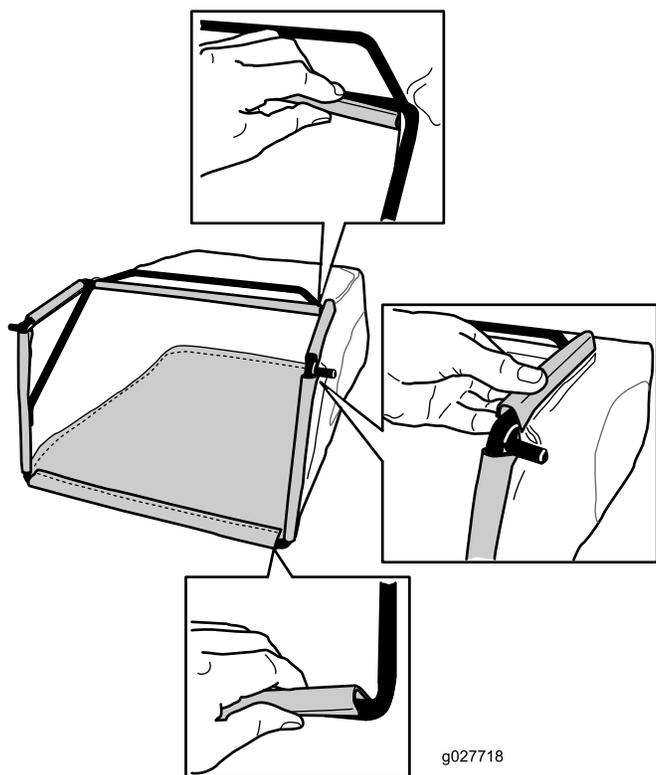

Рисунок 8
- Зацепите нижний обод травосборника за нижнюю часть рамы (Рисунок 8).
3. Зацепите верхний и боковой ободья травосборника за верхнюю и боковые стороны рамы, соответственно (Рисунок 8).